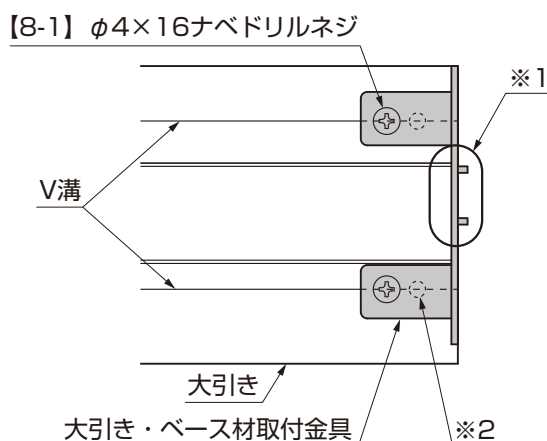

図2-2
- 大引き・ベース材取付金具は穴と大引きのV溝を合わせ、金具中央部のフィンの分(※1)だけが大きく端から出っ張るように取付けてください。(図2-2参照)